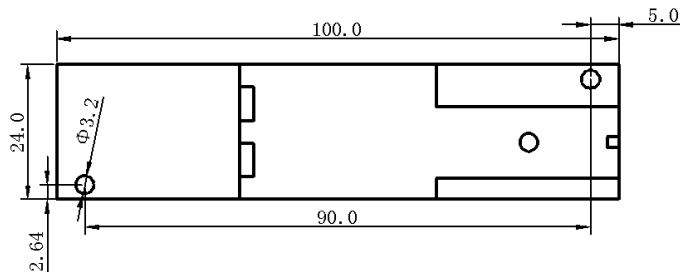

图 3、CD 型产品安装尺寸图
产品采用 DIN35 导轨式安装或螺钉固定安装,其安装尺寸如图 3 所示(单位 mm)。
- ① 把变送器固定卡槽一侧勾在安装导轨上;
- ② 向下牵动弹簧销;
- ③ 使变送器卡口套在安装导轨上;
- ④ 松开弹簧销, 变送器卡在安装导轨上。
- ① 按图 3 所示的螺孔位置在固定板上打直径为 3.2mm 孔;